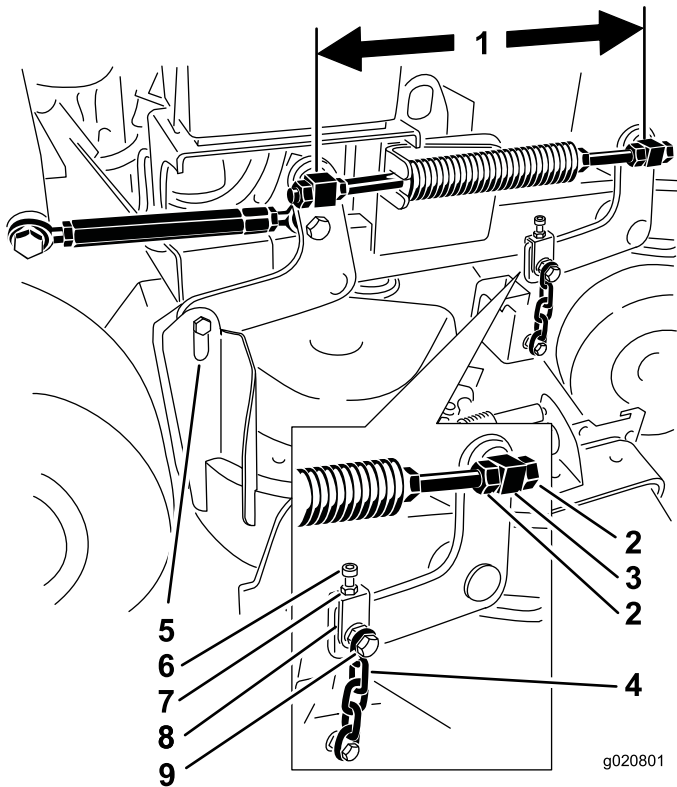

図 81
1. 各ねじ棒において、スイベル間の距離スイベルの中心から中心までの長さを測定する。 図 81
2. **前側**のスイベルのジャムナットをゆるめる 図 81。
4. 前側のスィベルのジャムナットを締め付ける 図 81。
4. 左側および右側において、前側のスィベルのジャムナットをゆるめる 図 81。
6. 左側および右側において、前側のスィベルのジャムナットを締め付ける 図 81。
4. 左側において、前側のスイベルのジャムナットをゆるめる 図 81。
6. 左側において、前側のスイベルのジャムナットを締め付ける 図 81。
5. 上チェーンボルトをゆるめる 図 81。
6. 各ヨークのジャムナットをゆるめる 図 81。
8. 調整ができればジャムナットと上チェーンボルトを締める 図 81。